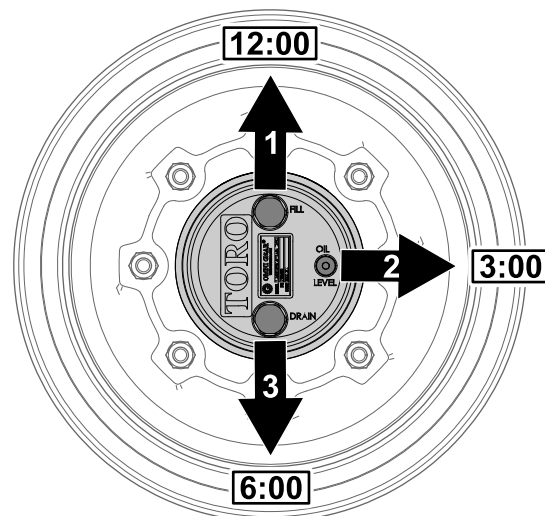

Рисунок 58
заливного отверстия находилась в положении «12 часов», пробка контрольного отверстия – в положении «3 часа», а пробка сливного отверстия – в положении «6 часов» (Рисунок 58).
2. Снимите пробку контрольного отверстия, расположенную в положении «3 часа» (Рисунок 58).
1. Припаркуйте машину на ровной поверхности, расположите колесо так, чтобы пробка заливного отверстия находилась в положении «12 часов», пробка контрольного отверстия – в положении «3 часа», а пробка сливного отверстия – в положении «6 часов»; см. Рисунок 58 в разделе Проверка масла в планетарном редукторе (страница 61).